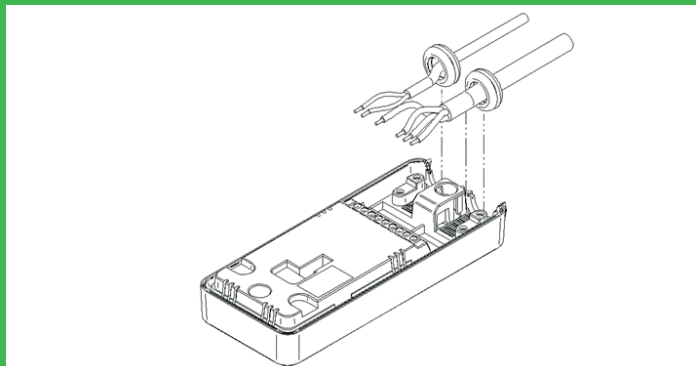

Fig. 6 - Bouchons obturateurs
10. Fixer l'un à l'autre à l'aide de deux vis situées sur la surface avant – les deux étapes sont indiquées sur la Fig. 6
11. Pour finir, placer les bouchons obturateurs sur les têtes de vis - Fig.6